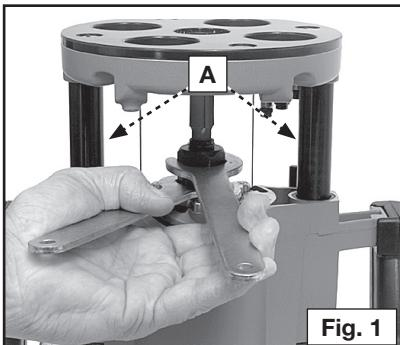

Fig. 1
1. Mettez la toupie à l'envers sur le capot du moteur (voir Fig. 1).
3. Placez une clé sur les plats du mandrin et une clé sur l'écrou de la douille (voir Fig. 1). Serrez fermement.
**ATTENTION** Ne laissez pas les clés venir en contact avec les colonnes (A) Fig. 1, car les colonnes pourraient être abîmées, ce qui limiterait l'action de plongée.